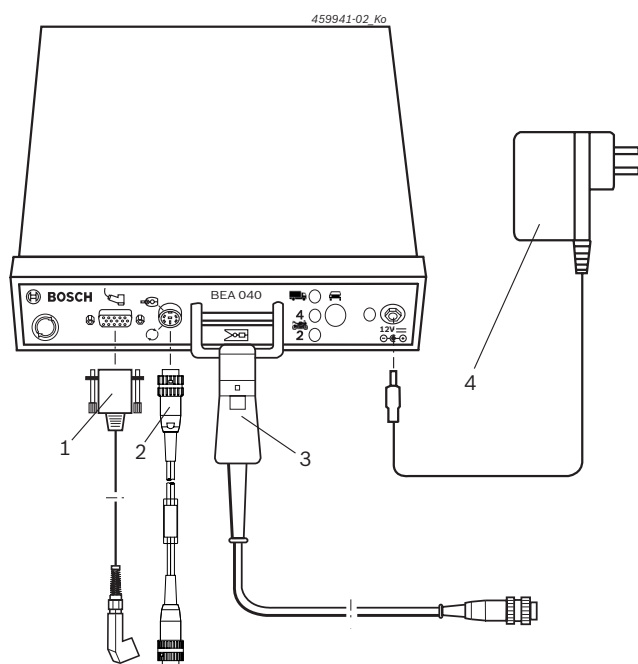

Fig. 3: Schéma de raccordement
! Le câble de liaison pour signal de capteur à serrage (1 684 460 283) peut être utilisé pour les véhicules diesel. Il est alors nécessaire de brancher le connecteur en métal du câble de liaison pour signal de capteur à serrage sur le testeur Bosch et le connecteur en plastique sur le BEA 040. **En outre, la borne de raccordement batterie B- du testeur Bosch doit impérativement être raccordée au travers du boîtier métallique du capteur combiné (Fig. 3, pos. 1).**